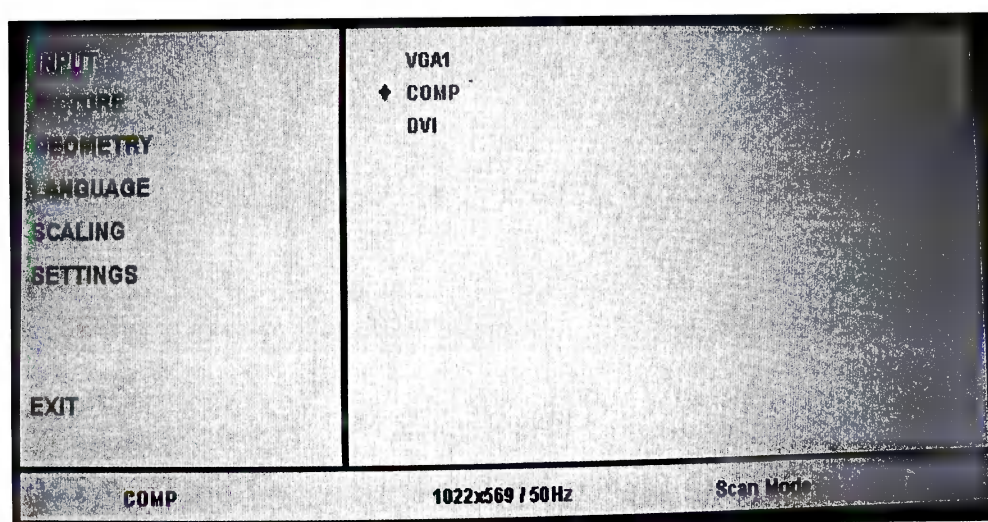

Рисунок 173
– нажмите кнопку **МЕНЮ** –  – для открытия меню настроек выполняемых функций на экране (см. рисунок 173):